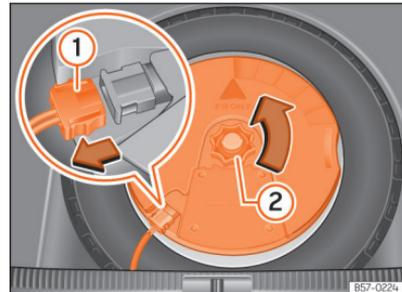

Abb. 218 Im Gepäckraum: Subwoofer ausbauen.
- Ziehen Sie das Subwoofer-Lautsprecherkabel heraus »» (Abb. 218) ①.
- Drehen Sie das Befestigungshandrad entgegen dem Uhrzeigersinn heraus »» (Abb. 218) ②.